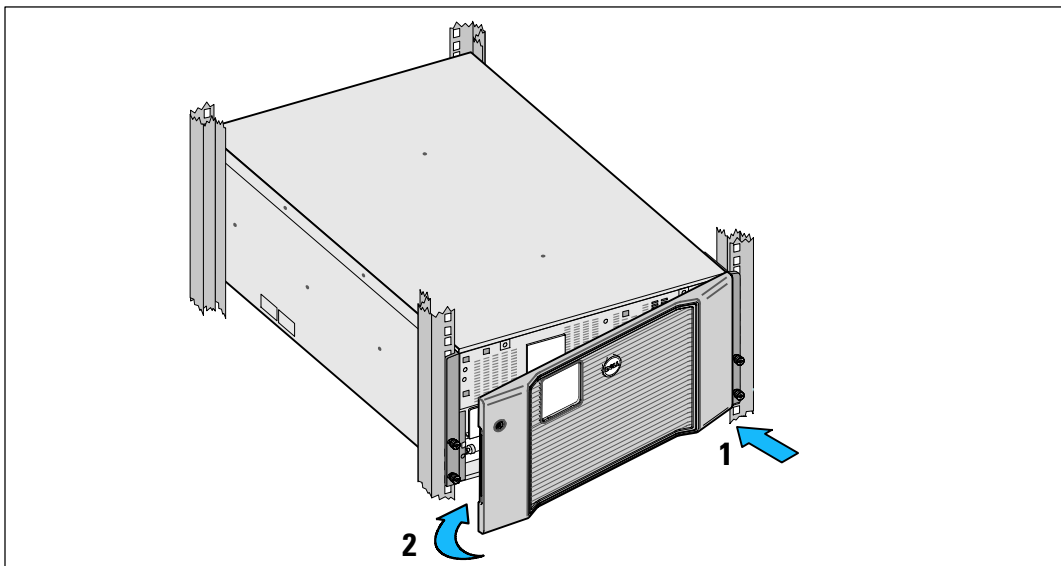

Рисунок 45. Снятие передней крышки ИБП
- 9 Снимите переднюю крышку ИБП (см.Рисунок 45).